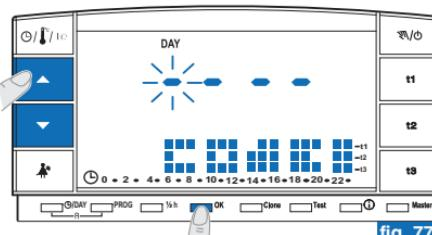
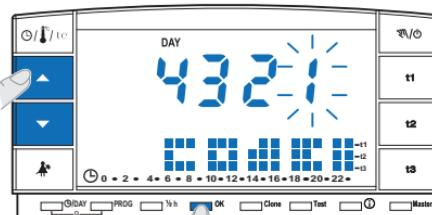

fig. 77
fig. 78
- Sul display apparirà la scritta **C0dE II** e il primo trattino a sinistra lampeggerà (fig. 77); inserire la **nuova password** utilizzando i tasti **▲▼** quindi confermare ogni valore premendo il tasto **OK** (esempio in fig. 78).
- Quando sul display apparirà la scritta **C0dE II** inserire come password 4 trattini (**- - - -**) e confermare ogni "trattino" premendo il tasto **OK** (fig. 77).